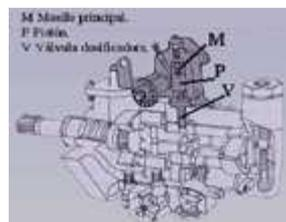

Fig. 33
- Regulación hidráulica (fig. 33)